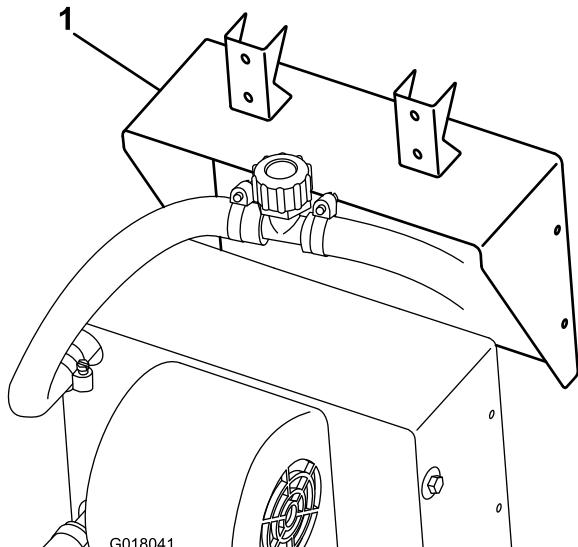

図 21
2. ヒーターに付属しているねじを使って、ヒーターブラケットをヒーターに取り付ける図 21。